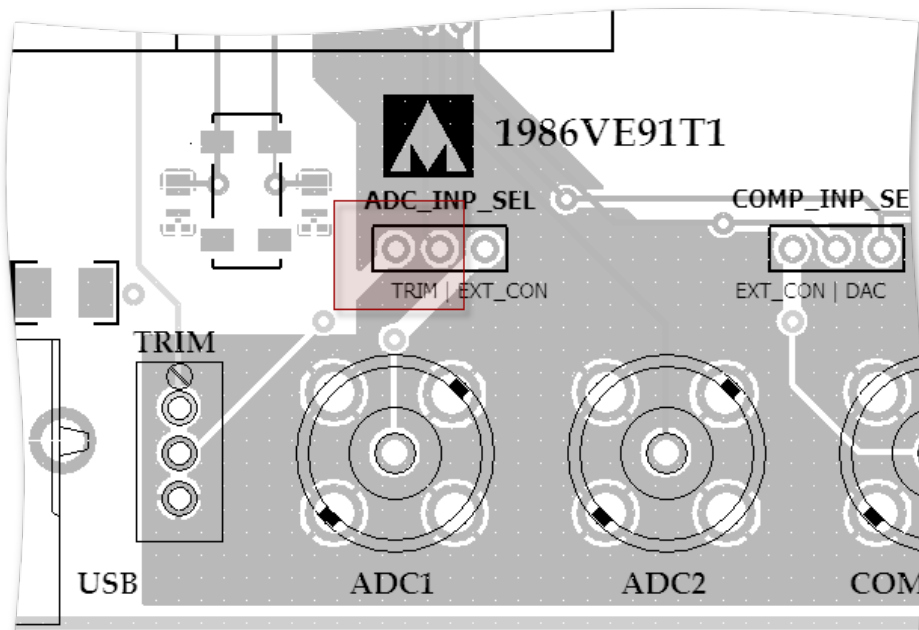

Рисунок 5.3 – Блок аналогового входа
9. Поставить переключатель ADC_INP_SEL в положение TRIM для подключения переменного сопротивления в качестве источника сигнала для АЦП (рисунок 5.3).